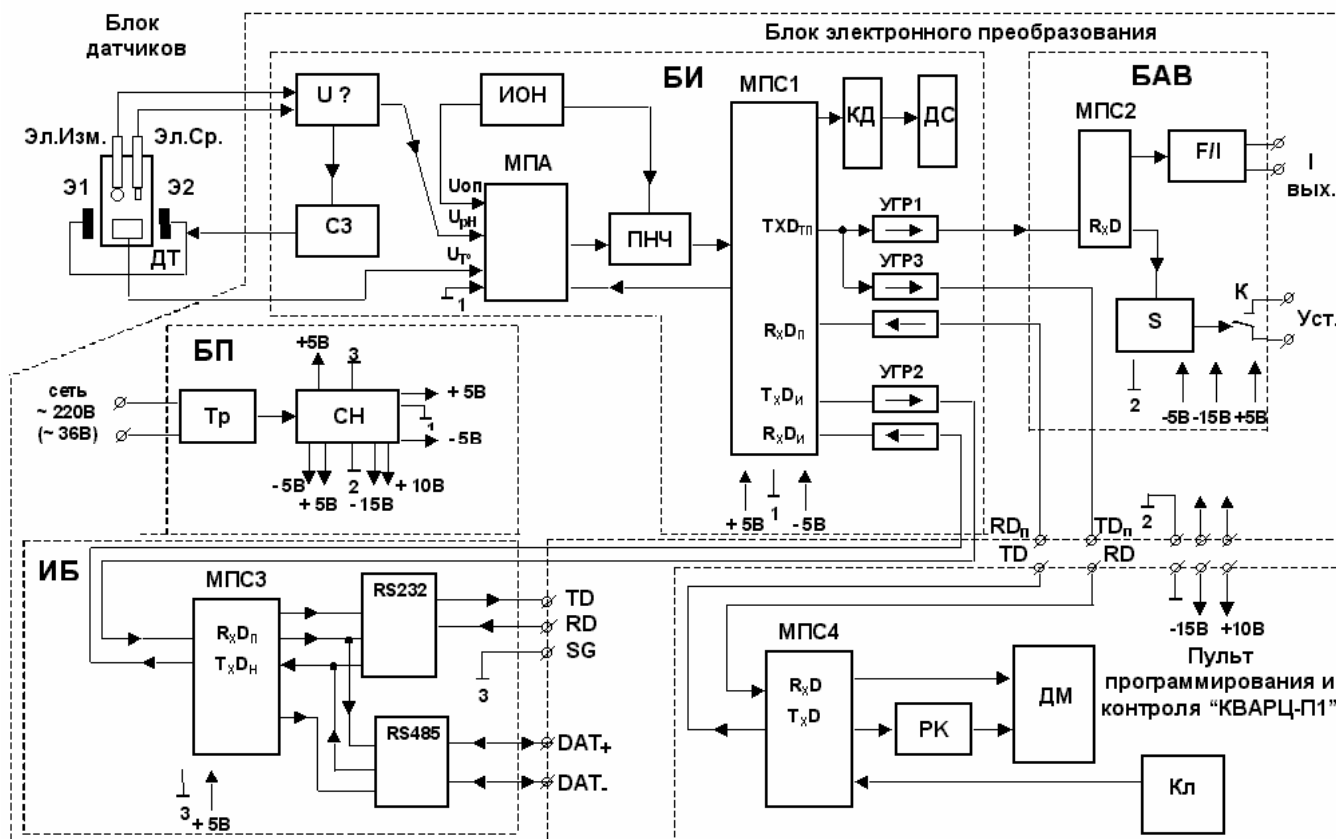

Рис. 1 Функциональная схема анализатора
1.4.2 Функциональная схема рН-метра представлена на рис. 1.
В нижней части корпуса расположен цилиндрический измерительный объем, боковые поверхности которого ограничены двумя пластинами из нержавеющей стали - Э1 и Э2 (см. рис.1).
Внутри измерительного объема располагаются чувствительные элементы электродов Эл.Изм. и Эл.Ср. и датчик температуры (ДТ) (см. рис.1).
**1.4.5 Блок электронного преобразования состоит из следующих основных функциональных узлов (см. рис.1):**